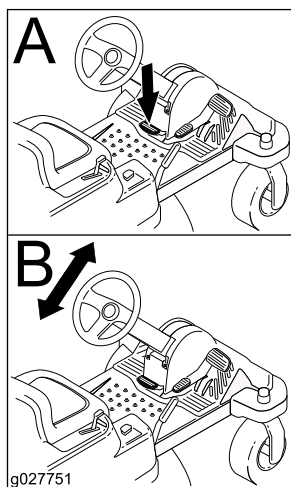

Figura 16
2. Posicione o volante na posição desejada (Figura 16).